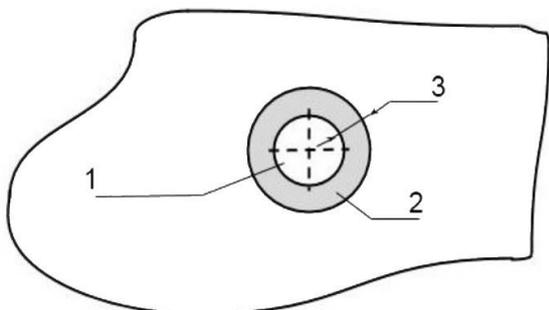

Рис. 2.7 Нанесение герметика на бак
1. Нанесите герметик на подготовленный бак, как показано на рисунке (см. Рис. 2.7). Толщина слоя герметика должна быть не менее 5 мм, ширина слоя – 10 мм (см. 3, на Рис. 2.7).